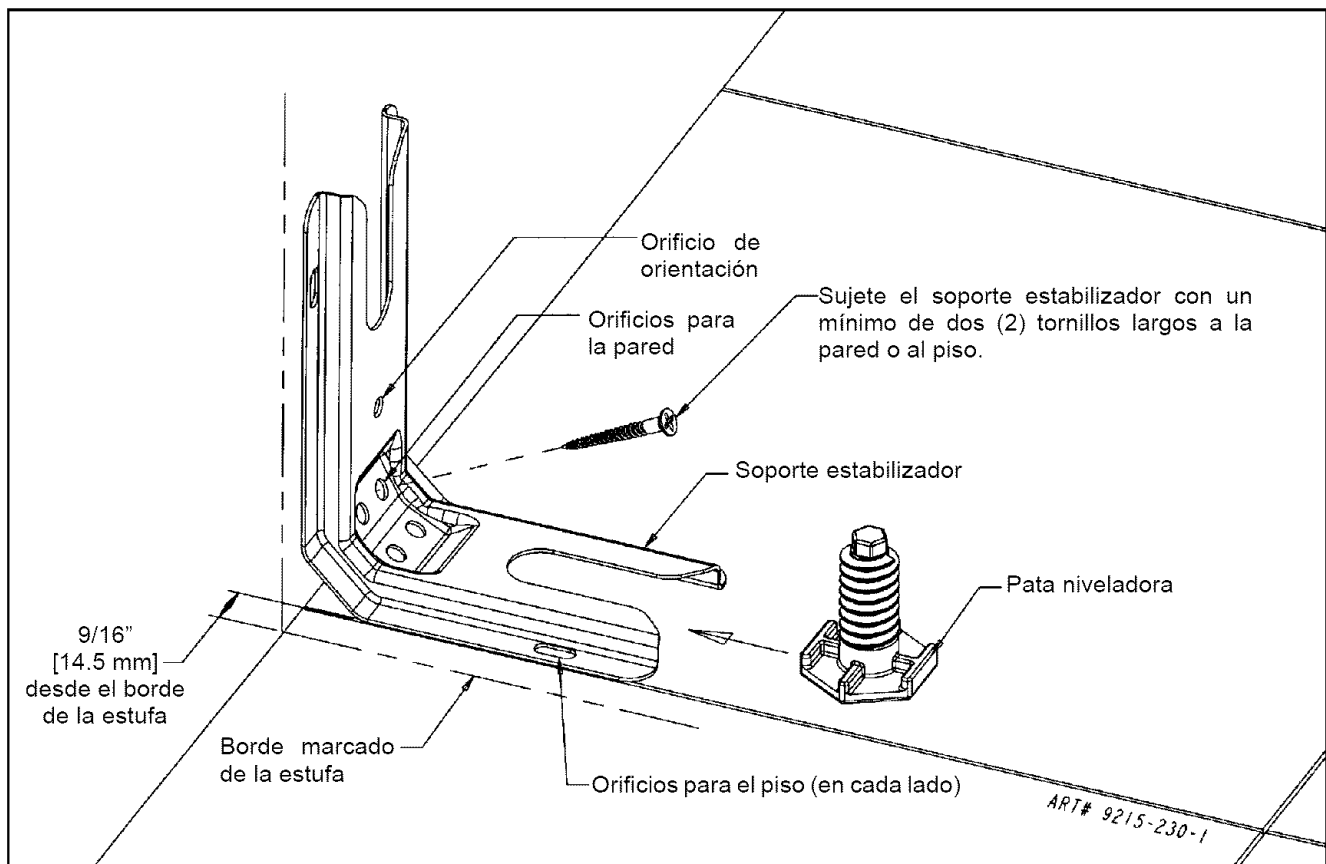
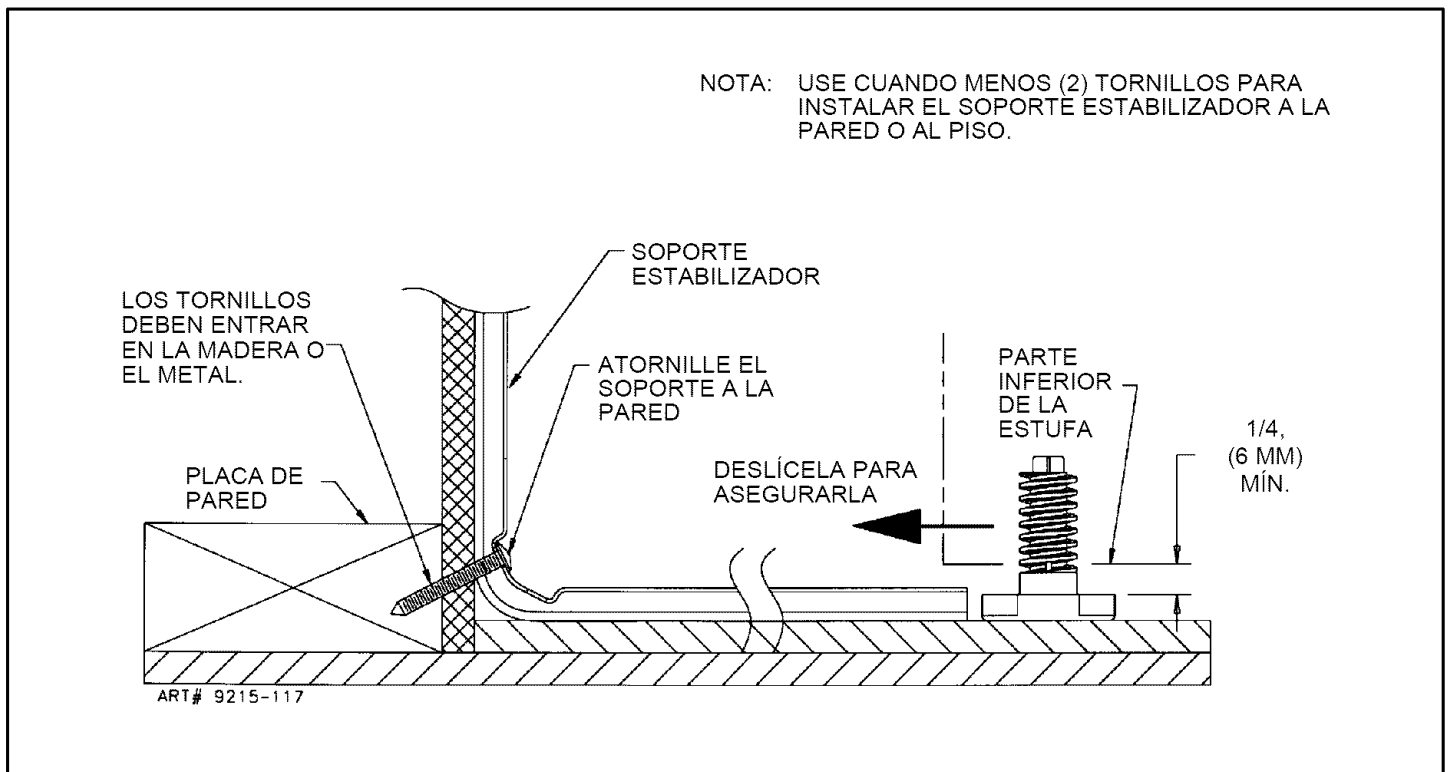

FIGURA 3
FIGURA 4
PASO 1 -Ubicación del soporte ESTABILIZADOR (vea la figura 3)
- Coloque el SOPORTE del "BORDE" marcado a 9/16" (14.5 mm) del centro de la abertura y contra la pared posterior según se muestra en la figura 3, con el orificio de orientación hacia la pared.
- Use el soporte como plantilla y marque los orificios necesarios, según se muestra en la figura 3, para el tipo de construcción que se utilizará.
- Piso: Ubique el centro de los dos orificios que se identifican en la figura 3 como "ORIFICIOS PARA EL PISO". Taladre un agujero piloto de 1/8" (3 mm) en el centro de cada orificio (puede utilizarse un clavo o una lezna si no tiene una broca). Asegure el soporte ESTABILIZADOR al piso con los dos tornillos que se proporcionan. Continúe con el PASO 3.
- Pared: Ubique el centro de los dos orificios que se identifican en la figura 3 como "ORIFICIOS PARA LA PARED". Taladre un agujero piloto en ángulo de 1/8" (3 mm) en el centro de cada orificio según se muestra en la figura 4. (Puede utilizarse un clavo o una lezna si no tiene una broca). Asegure el soporte ESTABILIZADOR al piso con los dos tornillos que se proporcionan según se muestra en la figura 4. Continúe con el PASO 3.
Nota: Se requiere un espacio libre de cuando menos 6 mm (1/4 pulg) entre la estufa y la pata niveladora que se enganchará al soporte estabilizador (vea la figura 4).